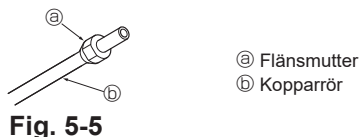

Fig. 5-5
5.2.3. Sätta på mutter (Fig. 5-5)